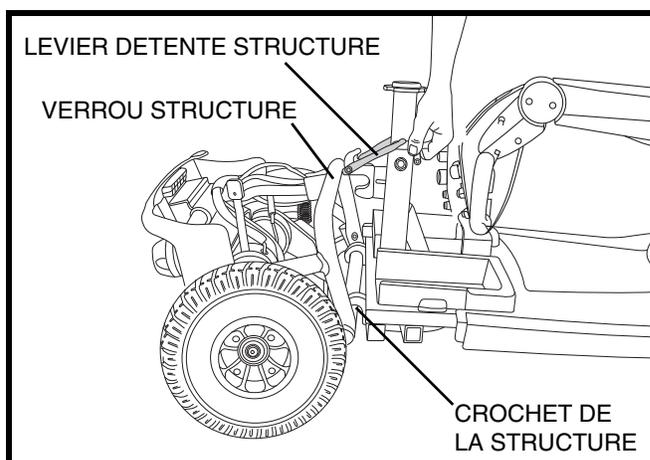

Figure 23. Démontage de la structure (détente)
2. Soulevez le levier de verrou de structure. Voir la figure 23.
3. Soulevez la section avant jusqu'à ce que les crochets de la section avant soient dégagés de la section arrière. Voir la figure 23.
3. Lorsque les crochets sont au dessus du tube arrière, abaissez complètement la section avant afin de l'enclencher et de la bloquer. Voir la figure 23.